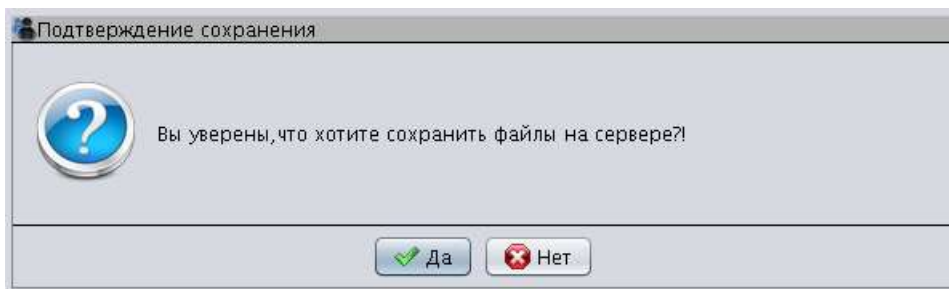

Рис. 122
5) нажать кнопку «» и подтвердить в диалоговом окне сохранение файла на сервере, нажав на кнопку «Да» (Рис. 122);